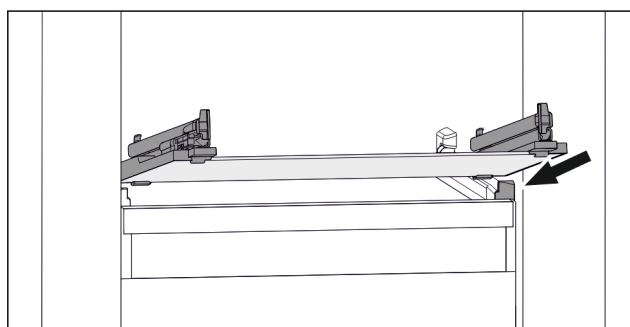

Fig. 156 Príklad zobrazenia sklenenej dosky
- Nasadíte sklenenú dosku šikmo za zarážkami. (pozri Fig. 156)